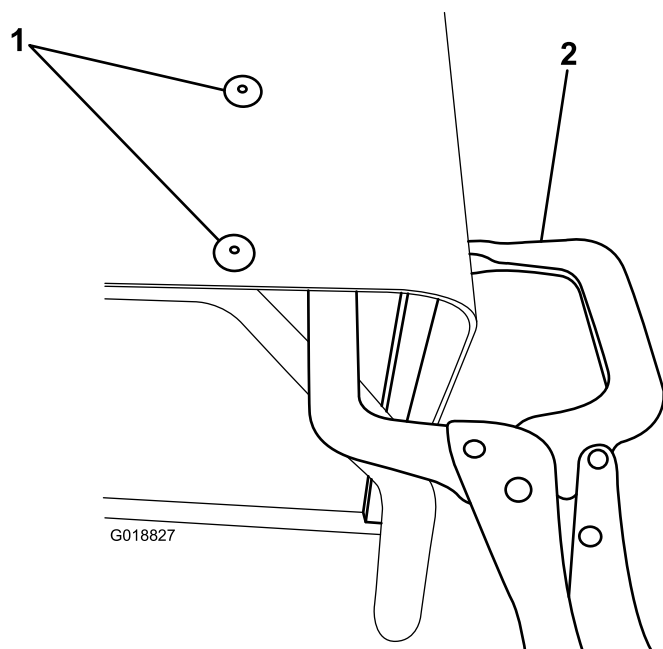

Figur 3
8. Fäst förstärkningsstångens bakre ände med tre popnitar i de hål som borrats tidigare (Figur 3).